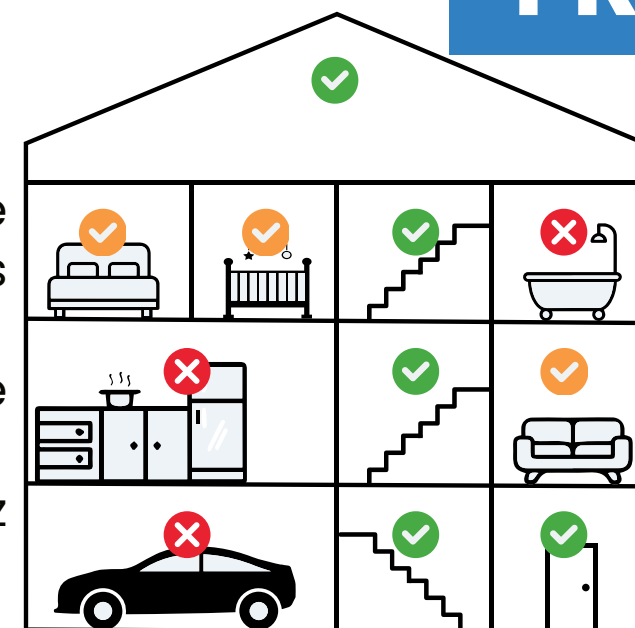

Figure 3 : Emplacements de montage recommandés
- Vérifiez les figures 3, 4 et 5 pour connaître les emplacements de montage corrects. La plupart des pays de l'UE exigent des détecteurs de fumée à tous les étages et sur les voies d'évacuation.